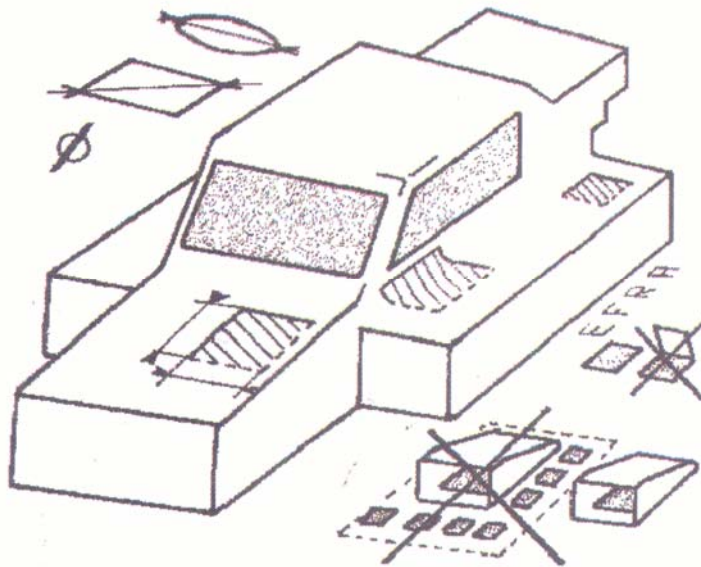

Figura 12: Tagli consentiti sulla carrozzeria 1/8 Buggy Brushless
- Non è consentito né forarli né aprirli, soprattutto non è consentito deformare la carrozzeria in prossimità delle aperture concesse. Si veda a corredo la Figura 12.